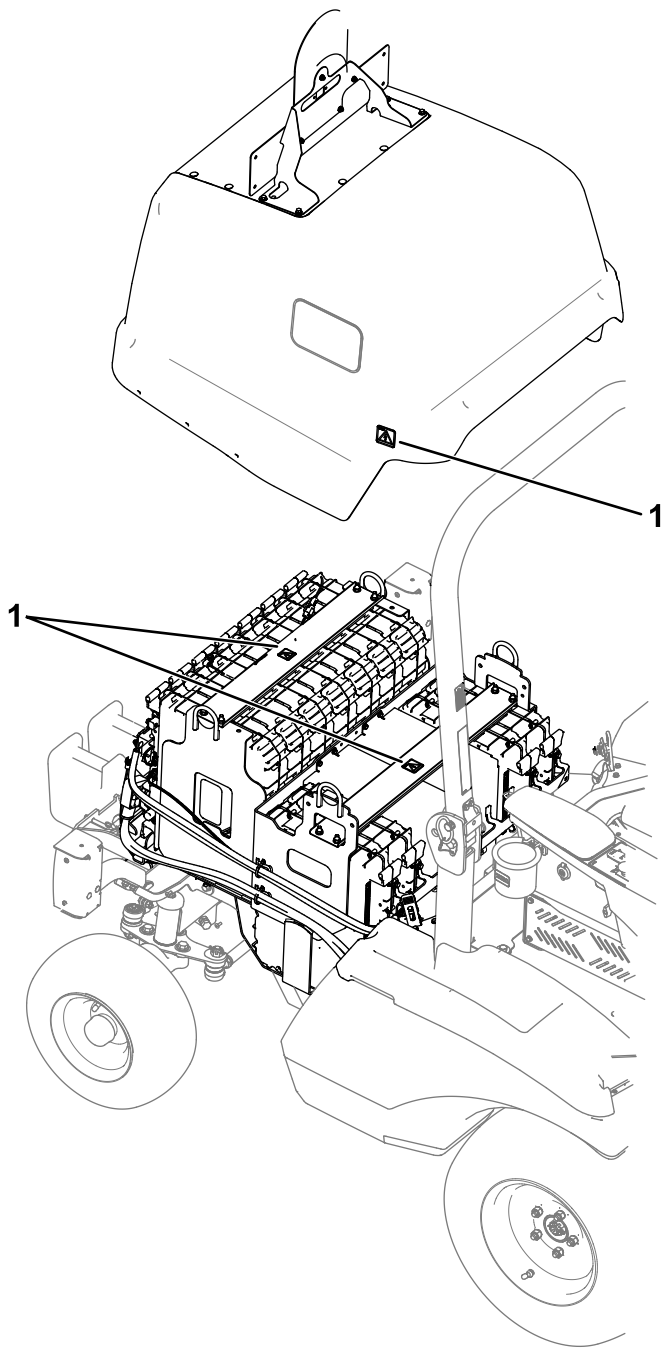

Figura 40
- Capó (Figura 40 y Figura 41)
- Perfiles del compartimento de las baterías (Figura 40)